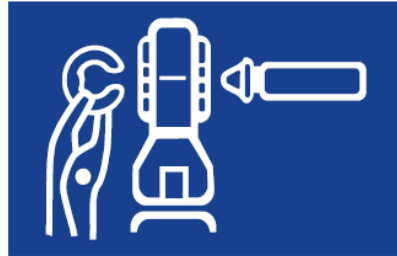

Fig. 5
2. Retire la abrazada de retención (Fig. 5)